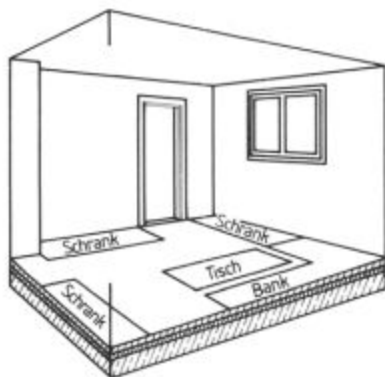

Bild 1.7 Nutzlast auf einer Wohnhausdecke
- Personen, Einrichtungsgegenstände, Geräte und Maschinen, auch leichte unbelastete Trennwände sind als Nutzlasten der Decke zuzuordnen (Bild 1.7)